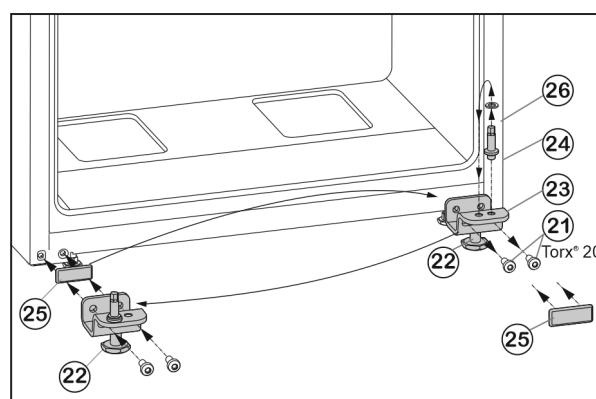

Fig. 7
- ▶ Desserrer les vis de fixation Fig. 7 (21).
- ▶ Retirer l'ensemble du support de palier inférieur Fig. 7 (23) avec le boulon de palier Fig. 7 (24), la rondelle Fig. 7 (26) et le pied de réglage Fig. 7 (22).
- ▶ Dévisser l'ensemble du boulon de palier Fig. 7 (24) avec la rondelle Fig. 7 (26), déplacer le tout dans le trou de préhension du côté opposé du support de palier et revisser fermement.
- ▶ Retirer avec précaution la plaque de recouvrement Fig. 7 (25) et la déplacer du côté opposé.
- ▶ Revisser l'ensemble du support de palier inférieur Fig. 7 (23) avec le boulon de palier Fig. 7 (24), la rondelle Fig. 7 (26) et le pied de réglage Fig. 7 (22) du côté de la nouvelle charnière, au besoin à l'aide d'une visseuse sans fil (**en appliquant un couple de 4 Nm**).
- ▶ Placer la porte inférieure depuis le haut sur le boulon Fig. 7 (24).
- ▶ Remettre en place le support de palier du milieu (13) à 180° dans la porte inférieure et la visser solidement à l'aide des vis de fixation (11) (2 fois Torx® 20) sur le nouveau côté de la charnière (**avec 4 Nm**).
- ▶ Remettre en place la rondelle de plastique (10).
- ▶ Dévisser le pied de réglage Fig. 7 (22) au niveau du support de palier inférieur Fig. 7 (23) jusqu'à ce qu'il repose au sol.